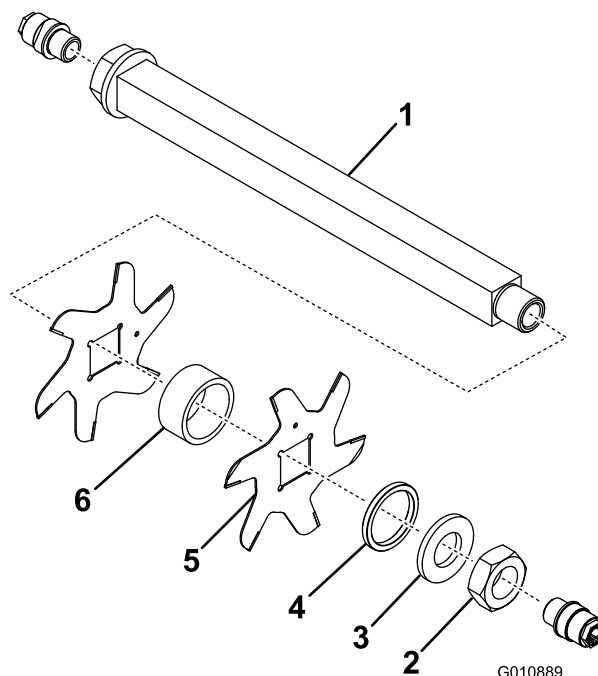

Рисунок 13
3. Снимите малый разделитель, шайбу, ножи и большие разделители. Очистите и смажьте квадратный вал небольшим слоем смазки, чтобы облегчить сборку (Рисунок 13).